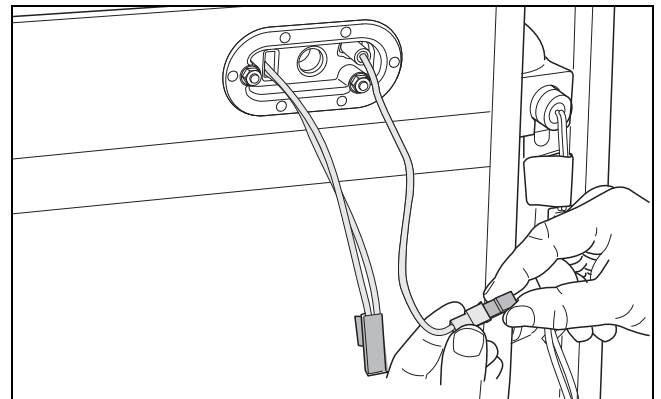

Bild 76 Demontage Steckverbinder Überwachungselektrode
- ▶ Steckverbindung des Überwachungskabels lösen (→ Bild 76).